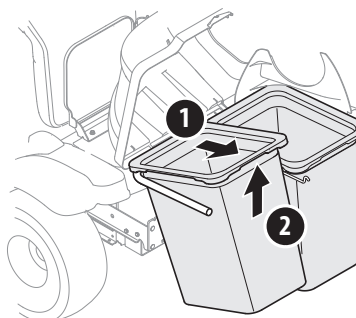

Figura 29
3. Retire las bolsas de césped, levantándolas (1) en la Figura 29, y separándolas del conjunto de soporte de las bolsas (2).